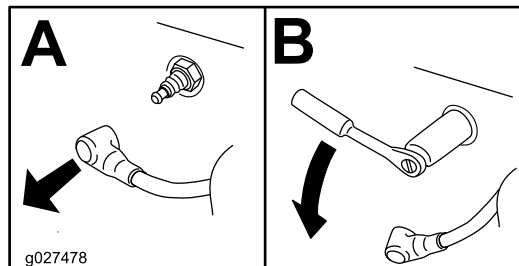

Рисунок 25
- Снимите свечу зажигания (Рисунок 25).